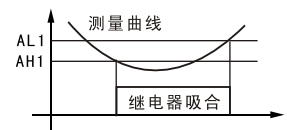

图2
- 3. 设定 AH1<AL1 (AH2<AL2), 当测量值 \leq AH1时继电器吸合; 当测量值 \geq AL1时继电器释放; 继电器动作情况见图2, 常用于下限报警。